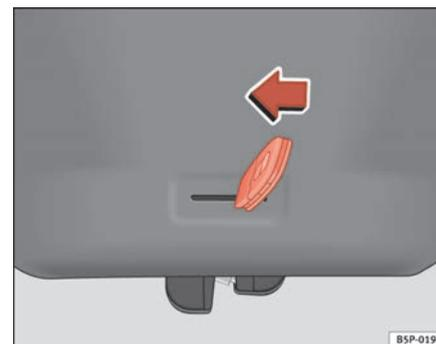

Fig. 68 Cofano vano bagagli: apertura d'emergenza
- Inserire l'ingegno della chiave nella fessura e sbloccare il dispositivo di chiusura girando la chiave da destra verso sinistra, come indicato dalla freccia ⇒ fig. 68. ■